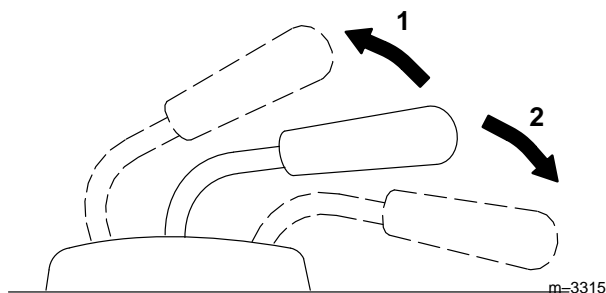

Figure 17
2. Tirer le levier de relevage vers le haut pour relever l'accessoire (Fig. 17). Ceci soulève l'accessoire et le maintient en position relevée.
2. Appuyer le levier vers le bas pour descendre l'accessoire (Fig. 17).